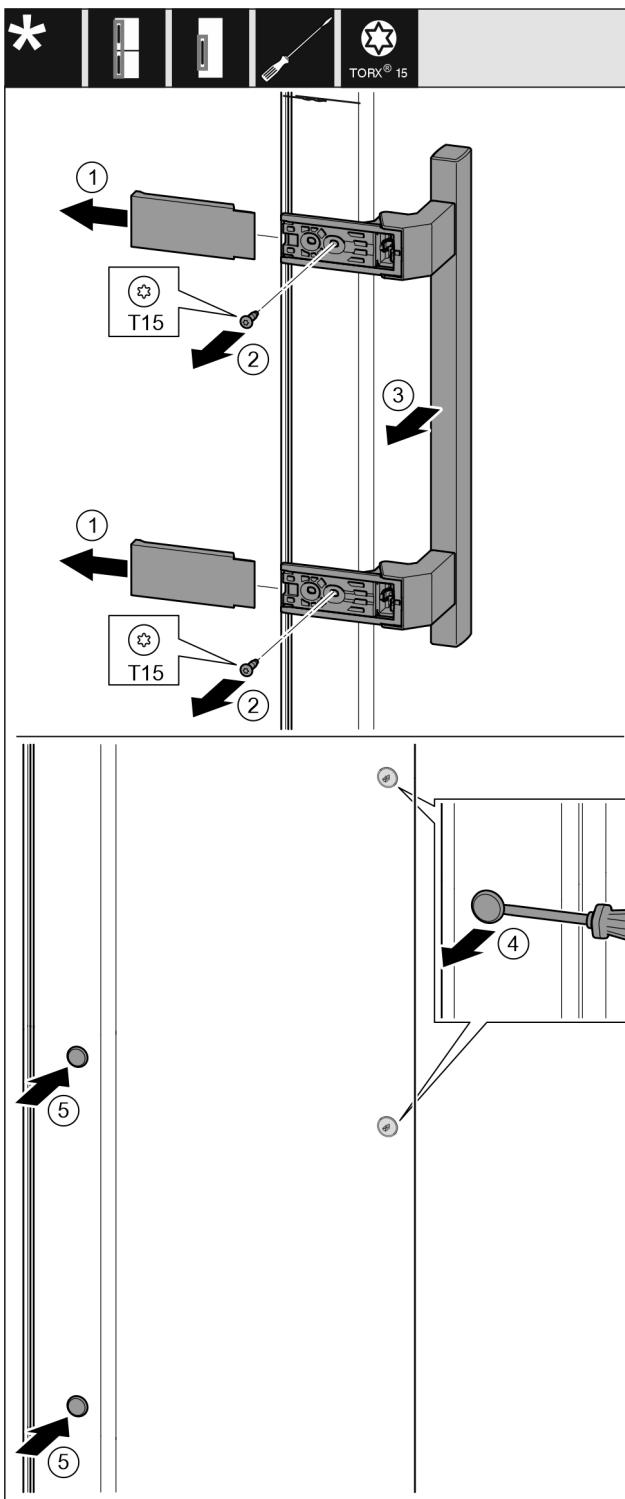

Fig. 10
- Зніміть кришку. *Fig. 10 (1)*
- Викрутіть гвинти за допомогою викрутки Torx 15. *Fig. 10 (2)*
- Зніміть ручку. *Fig. 10 (3)*
- За допомогою шліцевої викрутки обережно підніміть бокову заглушку та витягніть її. *Fig. 10 (4)*
- Вставте заглушку з іншого боку. *Fig. 10 (5)*